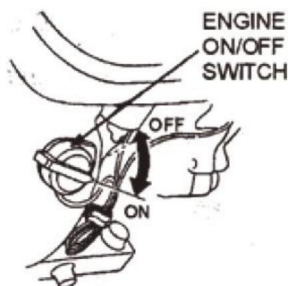

ABB.9
9.5 Stellen Sie den EIN/AUS-Schalter des Motors (ABB. 9) auf die Position „EIN“.